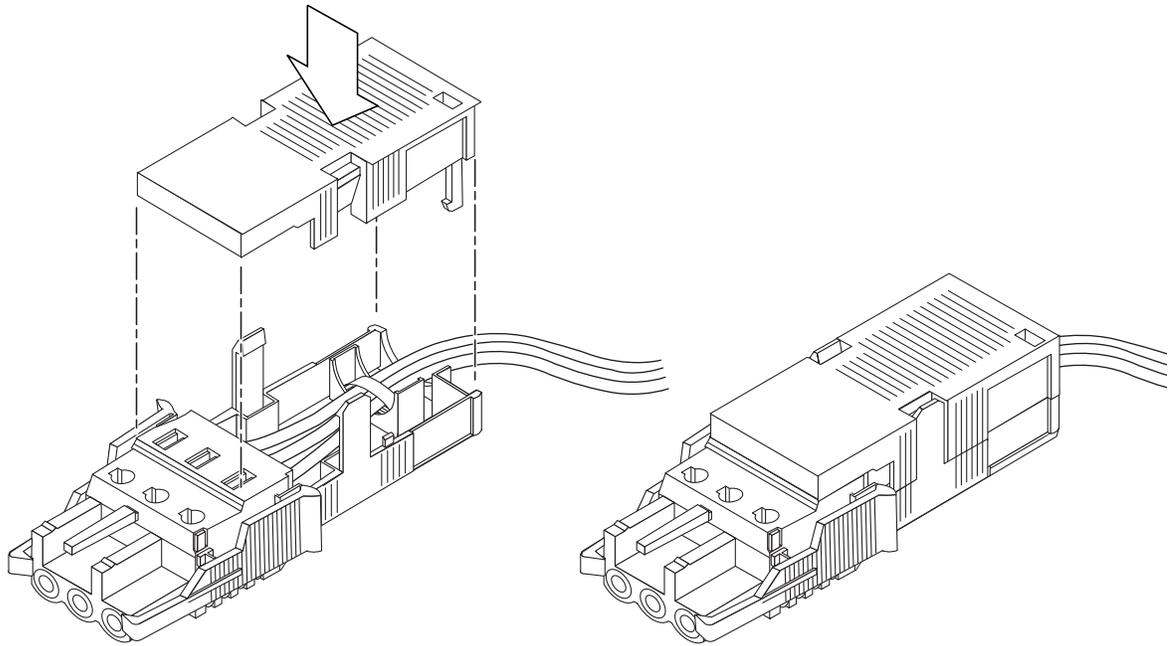

图 2-12 组装松紧式缆线架
5. 放低松紧式缆线架的顶部（图 2-12），将顶部的三个尖头插入直流连接器的开口，并将松紧式缆线架的顶部和底部压到一起，直到卡紧就位。